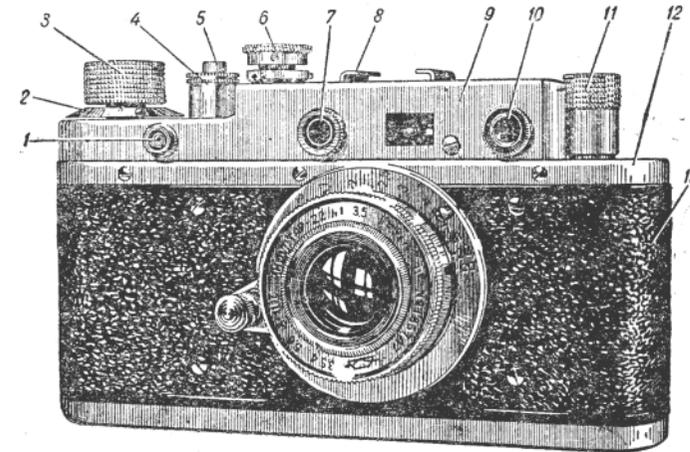
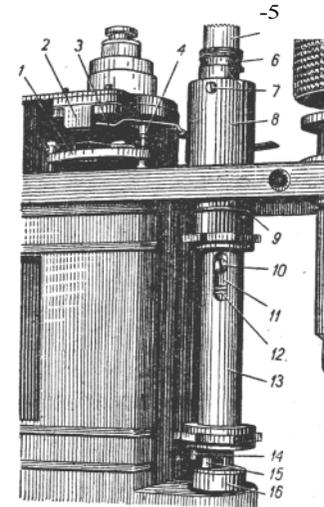
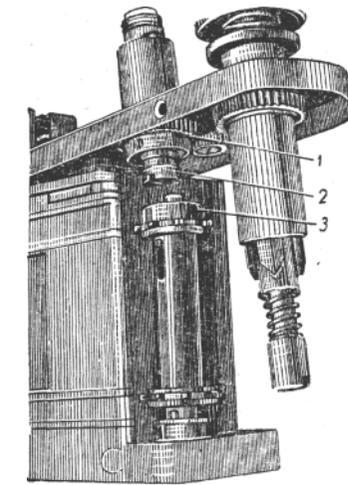

Рис. 166. Фотоаппарат «Зоркий-С».
Рис. 170. Механизм выключения ведущего барабана.
Рис. 171. Втулки сцепления ведущего барабана.
Аппарат состоит из корпуса 13, штепсельного гнезда 1 (рис. 166), лимба счетчика кадров 2, заводной головки 3, выключателя механизма 4, кнопки спуска 5, головки вы-
Штепсельное гнездо синхроконтакта находится на левой стороне щитка 9 (рис. 166), а контактный механизм и синхрорегулятор — под щитком.
Контакты блокировки замыкаются тормозной защелкой (см. стр. 155). При срабатывании затвора тормозная защелка 1 (рис. 170) опускается и позволяет опуститься ламели 3 (палец ламели 4 опирается на тормозную защелку), которая замыкается с ламелью 2.
Штепсельное гнездо 1 (рис. 166) соединено с контактным механизмом. Когда на камеру надевают верхний щиток, выступ контакта штепсельного гнезда, укрепленного на щитке, соприкасается с контактной ламелью.
Для устранения неисправности снимают верхний щиток 9 (рис. 166) и наблюдают за работой стойки б (рис. 168,а). При срабатывании затвора стойка должна доходить до начала фигурного изгиба контактной ламели. Это и есть нулевое положение. Если стойка не доходит до начала изгиба ламели или заходит очень далеко, берут рукой за подвижный диск 3 и поворачивают его до установки контактной ламели в нужное положение.
Необходимо проверить прочность установки стойки б. Иногда стойка получает люфт, и синхроконтакт перестает работать совсем либо нарушается его нулевое положение. При этом снимают контактный механизм, рычаг экспозиции 2 и диск экспозиции 7. Укрепив стойку на диске экспозиции, собирают все детали и узлы и регулируют нулевое положение синхрорегулятора. После этого устанавливают верхний щиток 9 (рис. 166) и фиксируют рукоятку синхрорегулятора.
кий», но принцип действия его остался таким же. В аппарате «Зоркий-С» барабан выключается из сцепления с заводной и спусковой шестернями при помощи специального устройства (рис. 170, 171).
На рис. 170 показана внешняя сторона механизма выключателя, основные его детали (две втулки с пальцами) помещены внутри барабана 13. На рисунке видна часть нижней втулки 11, в отверстие которой завинчен винт 10, Головка винта находится в продольном отверстии ведущего барабана 13, поэтому втулка 11 может перемещаться внутри барабана в пределах перемещения головки винта 10. Под втулкой 11 установлена спиральная пружина 12, прижимающая и удерживающая ее в крайнем верхнем по-
На рис. 171 механизм изображен с приподнятой монтажной крышкой и открытой верхней втулкой 2. На торце втулки видны шлицы, в которые входят пальцы нижней втулки. Ведущая шестерня 1, связанная через другие шестерни с заводным механизмом, приводит в движение втулку 2, которая, вращая втулку 11 (рис. 170), приводит в движение барабан 13.
При обратной перематке пленки барабан 13 должен вращаться в противоположную сторону. Для этого нужно опустить втулку 11, чтобы ее пальцы вышли из шлицев втулки 2 (рис. 171) и опустить шестерню 16 (рис. 170), чтобы разошлись пальцы 14 и 15. Обе эти операции выполняются одновременно поворотом рукоятки 4 (рис. 166) выключателя.
Рукоятка 4 навинчена на трубку 6 (рис. 170), в косой паз которой входит торец винта 7. Винт направляет движение втулки, несколько опускающейся при повороте и передающей движение стержню и трубке, которые соединяют втулки и пальцы, освобождая из сцепления ведущий барабан. При повороте трубки 6 опускается втулка 11 и шестерня 16, а при нажиме и повороте кнопки 5 спускается только шестерня 16. Таково устройство и действие механизма выключателя.
Во всех аппаратах ведущий барабан укреплен на втулке 2 (рис. 171) одним или двумя фигурными винтами 5. Торец винта входит в паз, имеющийся на втулке 2.
Разборка механизма» Большинство ремонтных работ не требуют полной разборки механизма выключателя и выполняются при частичной разборке аппарата, когда механизм находится в положении, изображенном на рис. 170. Полная разборка требуется только в одном случае — при «слизывании» пальцев и шлицев втулок.
Для разборки верхней части механизма нужно отвинтить только один винт 7 (рис. 170). Чтобы не потерялись пружины при отвинчивании винта, нужно удерживать кнопку 5 и трубку 6. Чтобы обнажить втулки или снять барабан 13, нужно разобрать шторный затвор. Порядок разборки шторного затвора изложен ниже.
Неисправности механизма. 1. Плохо передвигается кнопка спуска 5 (рис. 170). Это случается при нарушении положения пружины, установленной под кнопкой. Нужно отвинтить винт 7, вынуть кнопку и проверить состояние пружины.
2. Механизм выключателя находится в положении «включено», но при заводе затвора ведущий барабан 13 остается неподвижным. Нужно проверить, на месте ли находится винт 10, который часто отвинчивается и выпадает. Следует проверить также состояние винта 5 (рис. 171).
3. Во время завода затвора чувствуется срыв и возвращение шторок в исходное положение. Эта неисправность обнаруживается в заряженном аппарате. Причиной неисправности является слизывание краев пальцев втулки 11 (рис. 170) или шлицев втулки 2 (рис. 371). Чаще портятся шлицы латунной втулки 2. Указанная неисправность вызывается применением чрезмерного усилия при перематывании пленки в плохой кассете. Для устранения неисправности нужно разобрать затвор, отвинтить винт 3 и снять ведущий барабан. При этом обнажится втулка 2. Нужно тонким надфилем заправить сливавшиеся углы шлицев. Чтобы извлечь втулку 11 (рис. 170), следует отвинтить винт 10.
4. После спуска затвора шестерня 16 (рис. 170) не устанавливается на место. При этом невозможно произвести очередной взвод затвора и чувствуется, что кнопка 5 очень легко передвигается. Шестерню 16 в исходное положение возвращает плоская пружина. Иногда вследствие деформации оси ше-